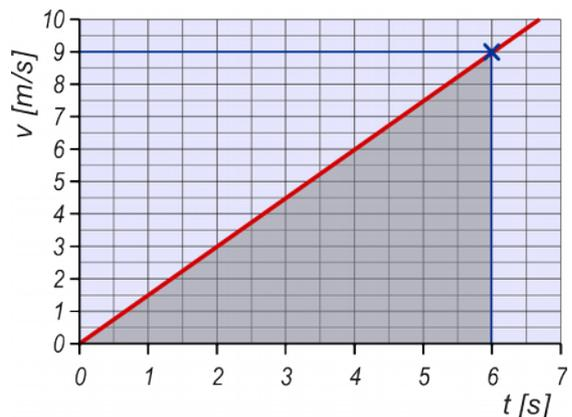

Fig. 53: t-v Diagramm bei konstanter Beschleunigung
b) Es ergibt sich das t-v Diagramm von Fig. 53
Man sieht, dass im t-v Diagramm der zurückgelegte Weg durch die Fläche unterhalb der Linie dargestellt wird, welche die Bewegung darstellt. Für Losfahren mit konstanter Beschleunigung ist die Fläche dreiecksförmig (graues Dreieck in Fig. 53).